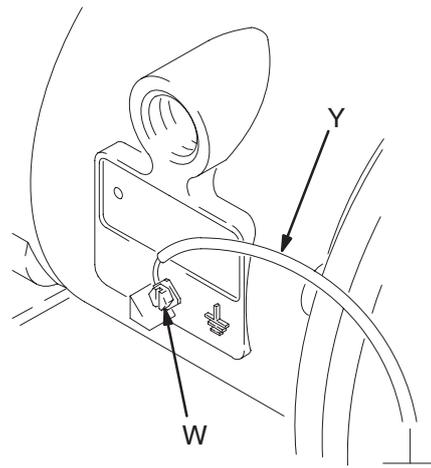

Abb. 1
- *Pumpe:* Erdungskabel mit Klammer entsprechend Abb. 1 anschließen. Die Erdungsschraube (W) lösen. Ein Ende eines mindestens 1,5 mm² dicken Erdungskabels (Y) hinter die Erdungsschraube schieben und die Schraube fest anziehen. Das Klammerende des Erdungskabels an einen echten Masseanschluss anschließen. Artikel-Nr. 222011 bestellen (Erdungskabel mit Klammer).